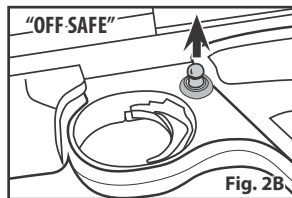

Fig. 2B
- Pressione a segurança a partir do lado direito para dentro para "OFF SAFE" até escutar um clique característico. (Fig. 2B)